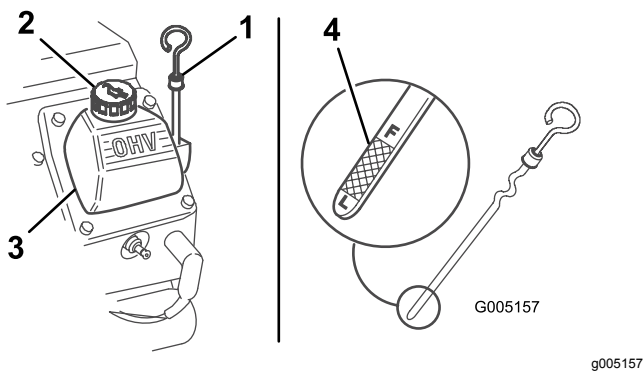

Bild 23
3. Reinigen Sie den Bereich um den Ölpeilstab (Bild 23).
- Ziehen Sie den Peilstab heraus und wischen Sie das Metallende ab (Bild 23).
- Schrauben Sie den Ölpeilstab vollständig in das Peilstabrohr (Bild 23).
- Reinigen Sie bei niedrigem Ölstand den Bereich um den Ölfülldeckel und nehmen den Deckel ab (Bild 23).
12. Entfernen Sie den Ölfülldeckel (Bild 23) und gießen Sie ungefähr 80 % der angegebenen Ölmenge langsam in die Ventilabdeckung ein.